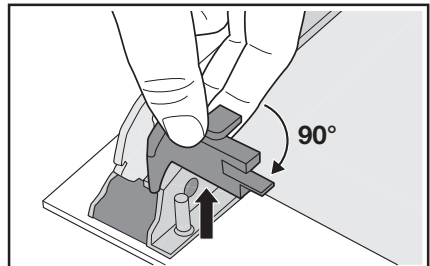

Fig. 6
8. Tournez les 2 fixations de 90° et sortez-les de leur logement (Fig. 6).